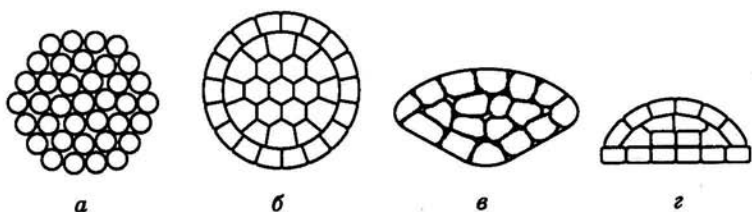

Рис. 3.2. Сечения токопроводящих жил многопроволочных кабелей
3.53. Приведите названия сечений токопроводящих жил многопроволочных кабелей, показанных на рис. 3.2.